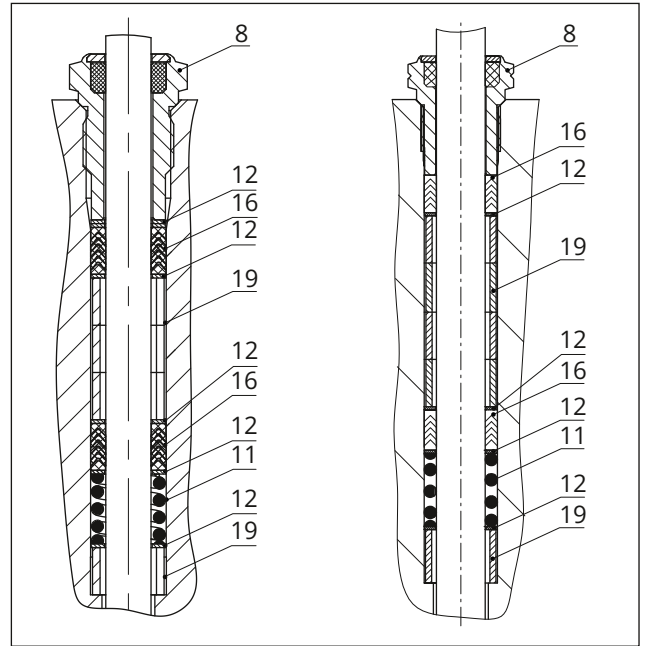

Fig. 25: Empaquetadura estándar: DN 15...40/NPS 1/2...1 1/2 (izquierda) y DN 50...100/NPS 2...4 (derecha)
12. Deslizar cuidadosamente las piezas de la empaquetadura por el vástago del obturador con una herramienta adecuada en su alojamiento. Prestar atención al orden de las piezas, ver Fig. 25.
13. Presionar el obturador (5) en el asiento (4). Al hacerlo fijar la brida (2) con las tuercas del cuerpo (14). Apretar poco a poco y en cruz las tuercas del cuerpo. Prestar atención a los pares de apriete.
14. Roscar el casquillo roscado (8) y apretarlo. Prestar atención a los pares de apriete.
15. Colocar el puente (3) encima de la brida (2) y fijarlo con la tuerca castillo (92).
16. Roscar sin apretar la contratuerca (10) y la tuerca de acoplamiento (9) en el vástago del obturador.